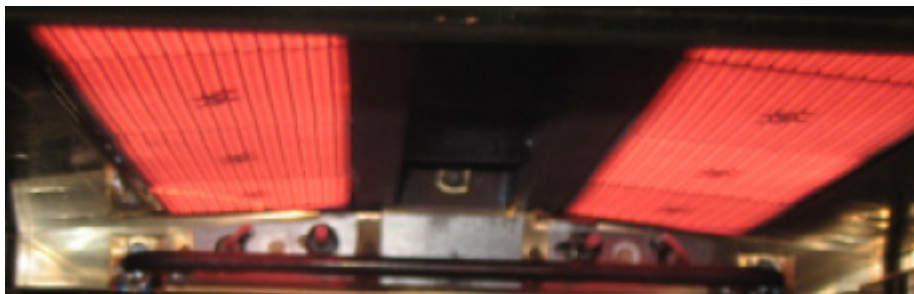

FIG. 1
5. Inspeccione el aspecto de los quemadores de rayos infrarrojos. Cuando estén suficientemente calientes, los quemadores de rayos infrarrojos deben aparecer como en la Fig. 1 de abajo.